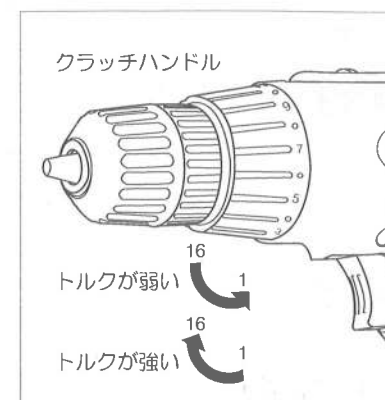

図5
■クラッチハンドルのについて (図5参照)
- ドライバーとして使用のときは①～⑥の位置で調整してください。
①の表示のところは締め付けが弱く⑥のところは一番強くなります。